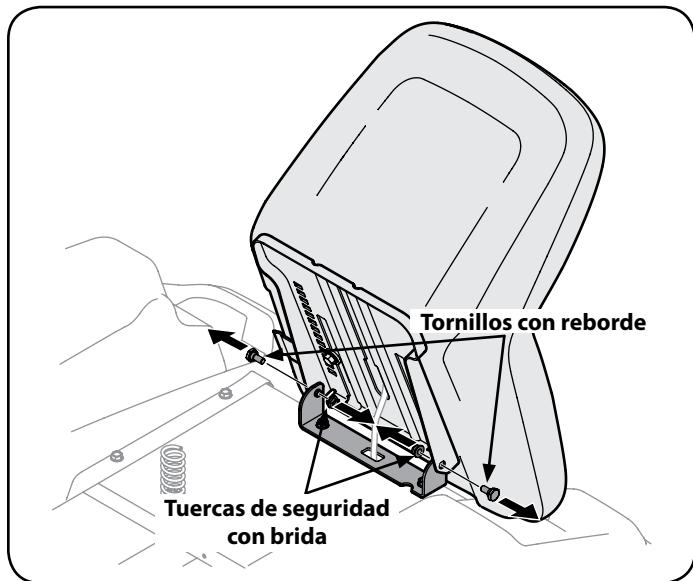

Figura 5
3. Gire el asiento hasta la posición deseada y asegúrelo en su lugar con los tornillos de reborde y las tuercas de seguridad con brida que extrajo antes. Tenga cuidado de no doblar o dañar el cableado mientras instala el asiento. Vea la Figura 5.